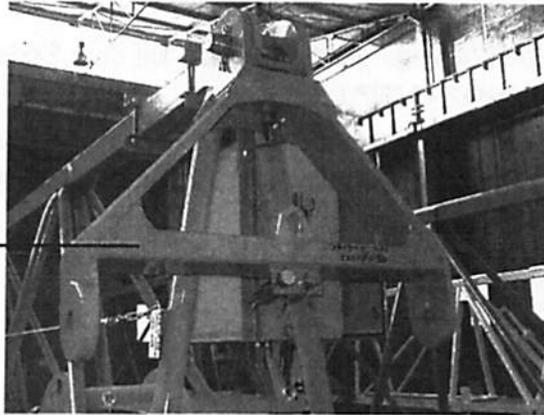

Abb. 2.2.4
Während des Transports wird der A-Rahmen-B zum Anschluss der Spannstange in der in Abb. 2.2.4 gezeigten Position durch den in Position (2) eingesetzten Bolzen S30×205 (Abb. 2.2.6) in Stellung gehalten.